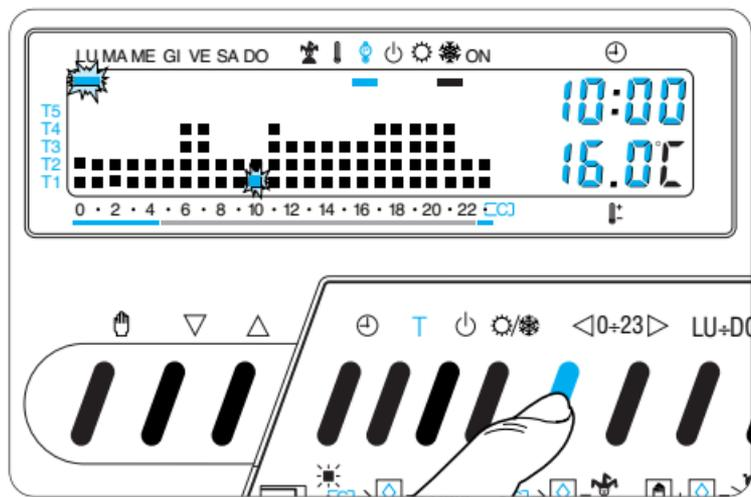

Fig. 35
**10.2** - Tramite il pulsante  $\langle 0 \div 23 \rangle$  spostare il segmento lampeggiante  alle ore 0 sul grafico del programma giornaliero (fig. 35).